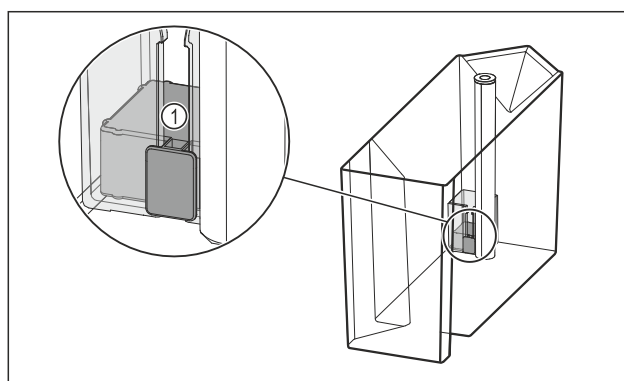

Fig. 100
- Перевірити, чи не заклинило поплавця Fig. 100 (1).